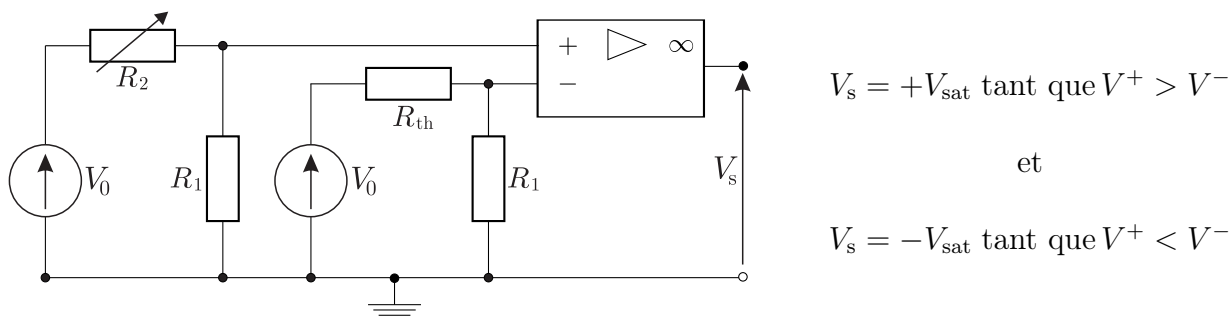

FIGURE 2 – Montage à amplificateur linéaire
On s'intéresse au mode « maintien de température » de l'unité de contrôle, utilisé lorsque l'eau du spa a déjà été chauffée à la température souhaitée  $T_{max}$ . Ce mode maintient la température dans l'intervalle  $[T_{min}, T_{max}]$ , où  $T_{min} = T_{max} - 2^\circ \text{ C}$ . On a donc besoin de deux interrupteurs commandés en température. Un montage possible pour un interrupteur est donné sur la figure 2, où les deux générateurs de tension constante  $V_0$  sont identiques. L'Amplificateur Linéaire Intégré (ALI) idéal fonctionne ici en saturation, il n'a alors que deux tensions de sorties possibles  $V_s = \pm V_{sat}$ , cette caractéristique permet de commander un dispositif, non étudié ici, créant une fonction ON/OFF pour le chauffage.
Les règles du fonctionnement à saturation sont précisées sur la droite de la figure 2.
- – 16. À partir du montage de la figure 2, exprimer les tensions  $V^+$  et  $V^-$  en fonction de  $V_0$ ,  $R_1$ ,  $R_2$  et  $R_{th}$ . En déduire à quelle condition sur la température  $T$  on reste à saturation haute à  $V_s = +V_{sat}$ .